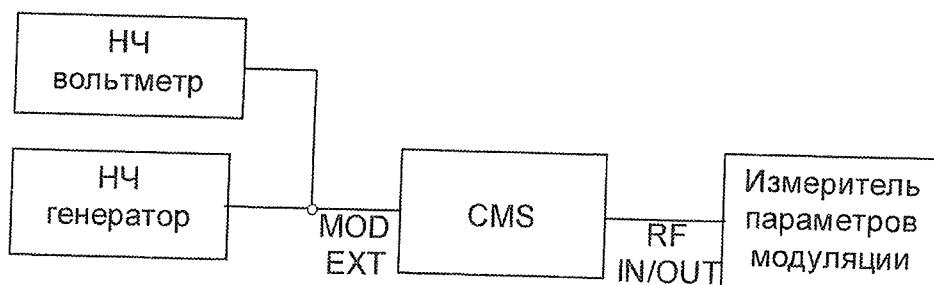

Рисунок 7.2
7.9. Определение погрешности установки девиации в режиме внешней ЧМ модуляции. Произвести соединения согласно схеме рис. 7.2. Установить на поверяемом приборе режим "RX-TEST": "RF LEV"="-3 dBm", "SET RF"="600 MHz", режим внешней ЧМ модуляции с девиацией 25 кГц.